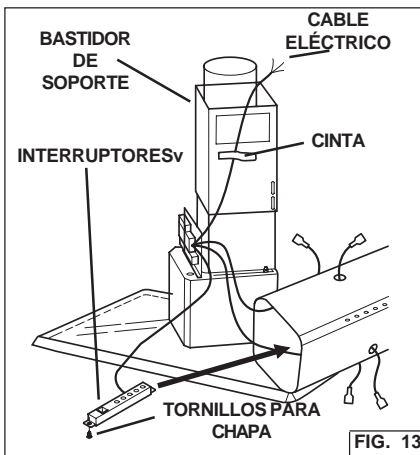

FIG. 13
6. Coloque la base de la cubierta decorativa inferior junto a la placa del sistema eléctrico. Fig. 13.
7. Monte el interruptor en las bridas de montaje situadas en el interior de la cubierta decorativa inferior. Compruebe que los pulsadores están alineados con los orificios de la cubierta y fíjela con dos tornillos para chapa. Fig. 13.
inferior. Haga pasar un cable a través de cada orificio oval y encíntelos al exterior de la cubierta. Fig. 13